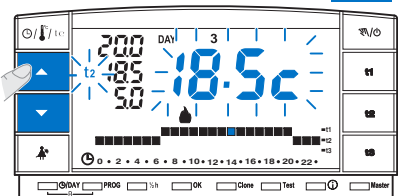

Abb. 21
- Innerhalb von 8 Sekunden können Sie nun über die Tasten ▲▼ die gewählte Temperatur verändern; jedes Tippen entspricht einer Veränderung von 0,5°C (Abb. 21). Die auf diese Weise festgelegten Temperaturen werden zum neuen Bezugspunkt der entsprechenden Temperatursollwerte (für alle Programme).